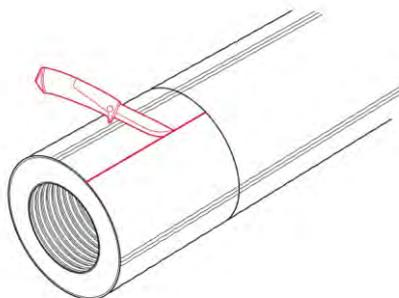

Рис. 3.6.3
**3.** Ножом или ножовкой разрезать защитную оболочку от поперечного надреза до торца трубы (рис. 3.6.3).